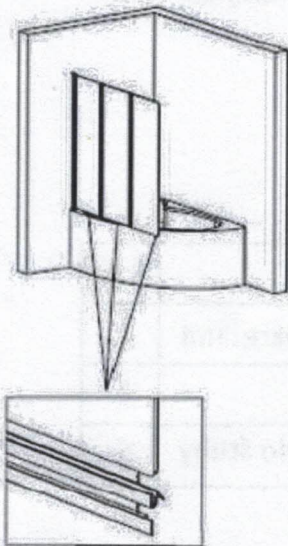

Fig.4
- 3. (Fig. 4) Należy zamocować gumową uszczelkę na dole parawanu.